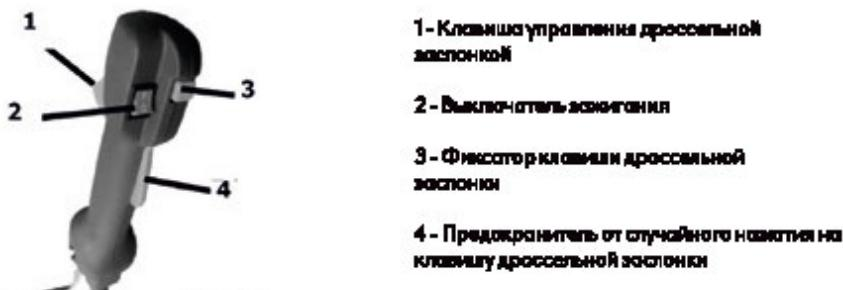

Рис. 14
1. Переведите выключатель зажигания в положение 1-включено (рис.14).
4. Нажмите одновременно на: Предохранитель от случайного нажатия на клавишу дроссельной заслонки + Клавишу управления дроссельной заслонкой + Фиксатор клавиши дроссельной заслонки (рис. 14 поз. 1, 3, 4).